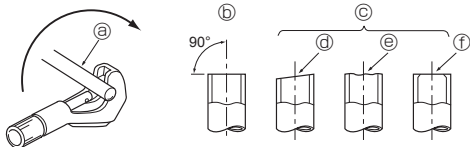

Fig. 5-3
5.2.1. Putken katkaisu (Fig. 5-3)